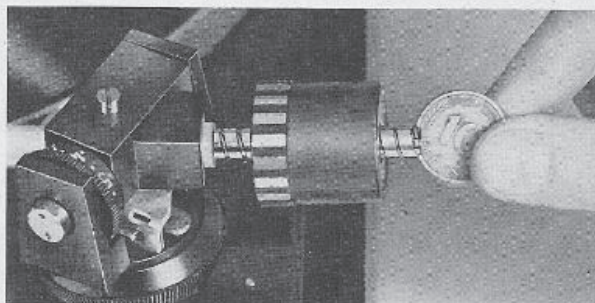

Fig. 6
1. Bei verriegeltem Tonarm wird der Dorn mit Gegengewicht in das Lagerende des Tonarmes eingeschraubt (Fig. 6). Hierbei müssen Auflagekraft und Antiskating-Skala auf „0“ eingestellt sein.